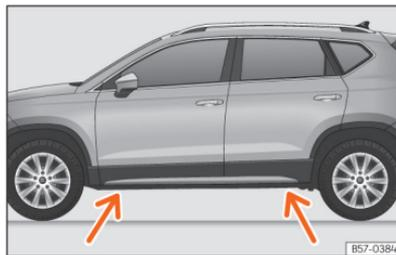

Fig. 228 Pontos de apoio do macaco.
- Procure na longitudinal a marca do ponto de apoio do macaco (zona afundada) mais próximo da roda a substituir » » » **Fig. 228**.